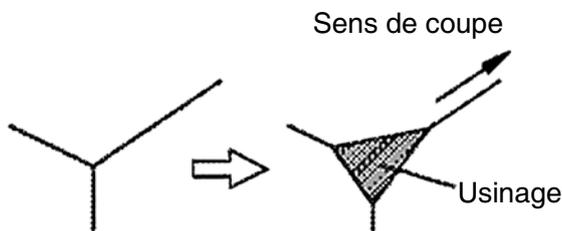

Fig.9
- **Si la coupe initiale est comme une arête illustrée sur la Fig.9, avant le chanfreinage, meuler l'arête. Couper initialement une arête donnera un choc violent aux plaquettes amovibles. Ceci peut causer des dommages aux inserts amovibles, un dysfonctionnement de l'outil ou bien des blessures à l'opérateur.**
(1) Tenir fermement l'outil, relâcher le levier de verrouillage, puis enfoncer le levier du papillon